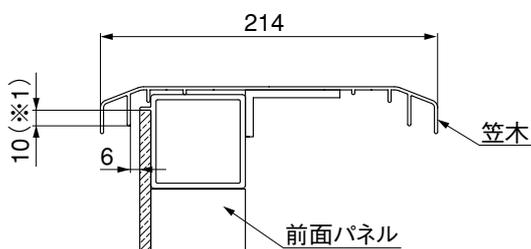
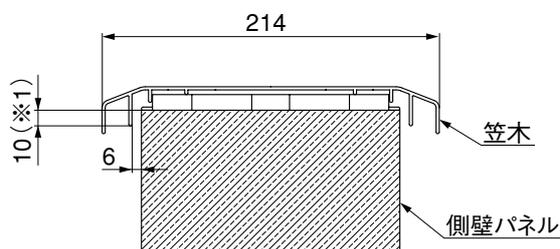

図1-1 前面パネル笠木納まり
図1-2 側壁パネル笠木納まり
- 1 塗材等で表面の仕上げを行なう場合、笠木と前面パネル・側壁パネルが重なる部分(※1)の塗材厚みが5mm以上にならないようにしてください。(図1-1参照)(図1-2参照)